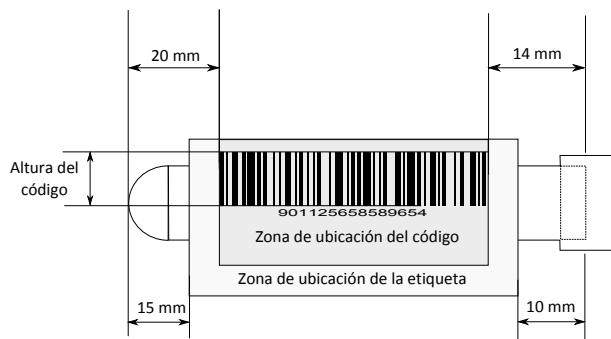

Ilustración 7 Posicionamiento de la etiqueta en el tubo primario
- Respete los márgenes de colocación de la etiqueta del código de barras, según indica la Ilustración 7.